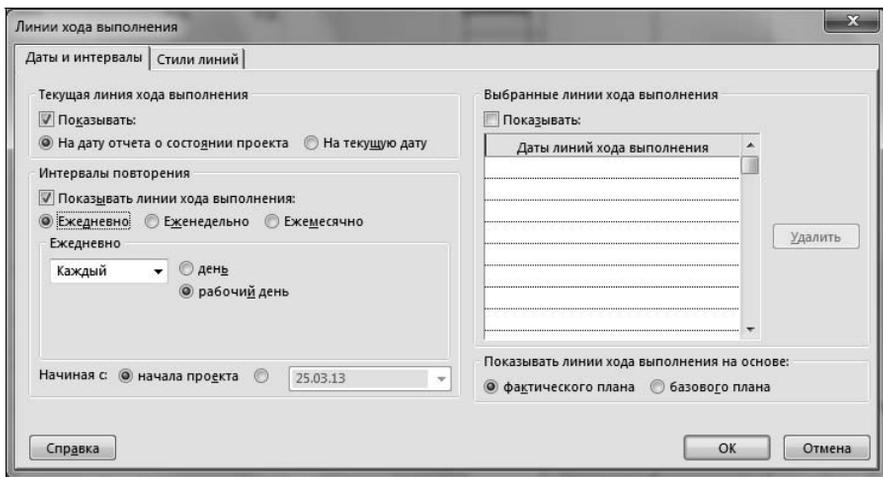

Рис. 8.1.4. Окно управления выводом линий хода выполнения задач с интервалами, определяемыми в днях
- Выбрать переключатель **Ежедневно**. При этом в диалоговом окне автоматически сформируется область, заголовок которой соответствует выбранному переключателю. Фрагмент соответствующего диалогового окна показан на рис. 8.1.4.
9. В приведенном на рис. 8.1.4 окне в группе **Показывать линии хода выполнения на основе** выбрать переключатель **фактического плана** или **базового плана** по аналогии с п. 5 алгоритма 8.1.1.